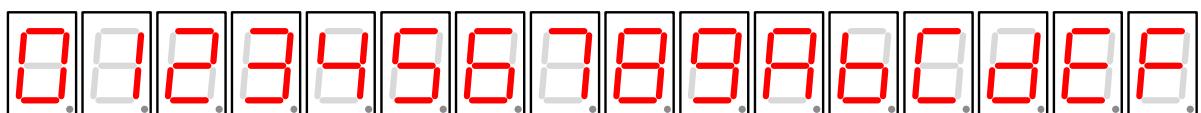

Figura 4. Representação dos dígitos de 0 a F no *display* de 7 segmentos.
7. Construa a tabela que relaciona as combinações binárias de 4 bits (dígitos 0 a F) com o respetivo código de 7 segmentos, de acordo com o circuito montado no ponto anterior e com a definição gráfica dos dígitos apresentada na Figura 4.